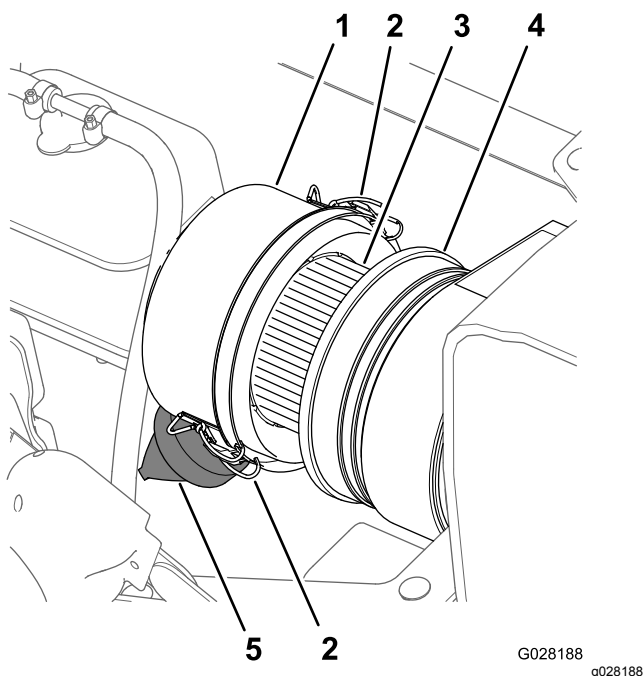
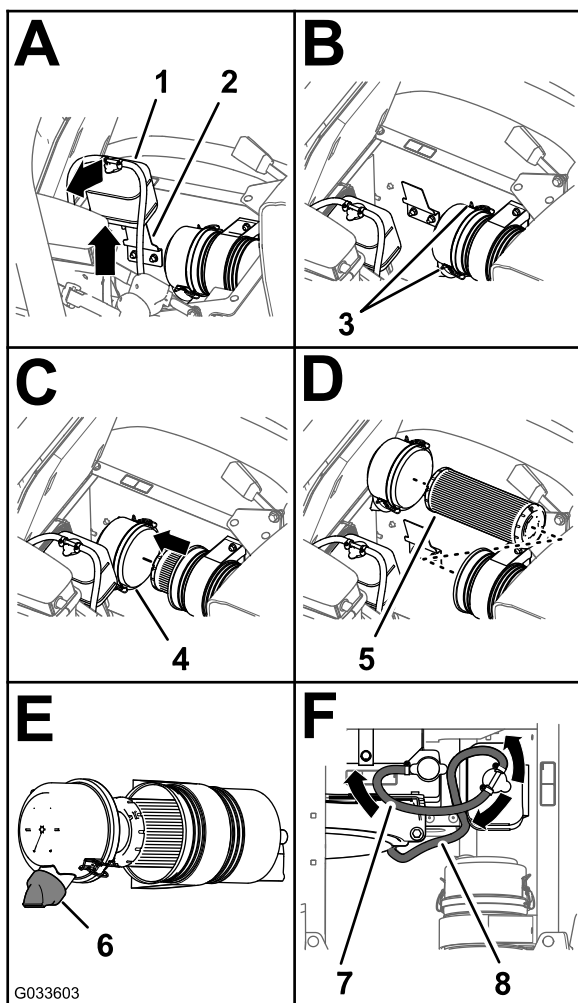

Figure 65
Figure 66
3. Essuyez soigneusement le capuchon antipoussière et le boîtier du filtre à air (Figure 65).
4. Recherchez sur le boîtier du filtre à air des dommages susceptibles d'occasionner des fuites d'air (Figure 65).
5. Pressez la valve à poussière pour éliminer les saletés, la poussière et les débris (Figure 65).
7. Vérifiez que l'élément du filtre à air ne présente pas de dépôts excessifs de poussière, saleté ou débris (Figure 65).
8. Reposez le capuchon antipoussière sur le boîtier du filtre à air et fixez-le en place avec les 2 attaches (Figure 65).
2. Nettoyez le capuchon antipoussière et le boîtier du filtre à air (Figure 65).
3. Soulevez le réservoir de trop-plein de liquide de refroidissement pour le déposer de son support (Figure 66).
4. Desserrez les 2 attaches qui fixent le capuchon antipoussière sur le boîtier du filtre à air (Figure 66).
6. Nettoyez l'intérieur du capuchon antipoussière, du boîtier du filtre à air et de la valve à poussière avec un chiffon humide (Figure 65 et Figure 66).
7. Insérez l'élément filtrant dans le boîtier du filtre à air (Figure 66).
8. Reposez le couvercle sur le boîtier du filtre à air et fixez-le en place avec les 2 attaches (Figure 66).
Remarque: Vérifiez que la valve à poussière est bien alignée entre les positions 5 et 7 heures vue de l'extrémité (Figure 66).
9. Placez le réservoir de trop-plein du liquide de refroidissement en face de son support et fixez solidement le réservoir (Figure 66).